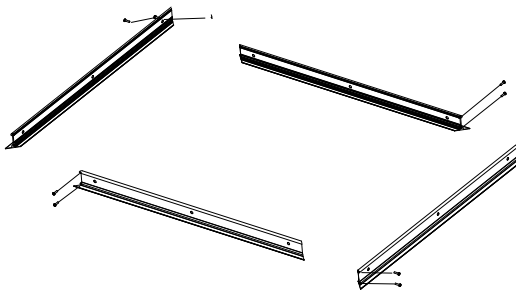

Figura 1
**1** Con cuidado, retire los accesorios del embalaje. Ensamble los cuatro conjuntos de bridas para paneles de yeso, utilizando los tornillos autorroscantes de cabeza oblea ST3.12 suministrados. (Consulte la figura 1).